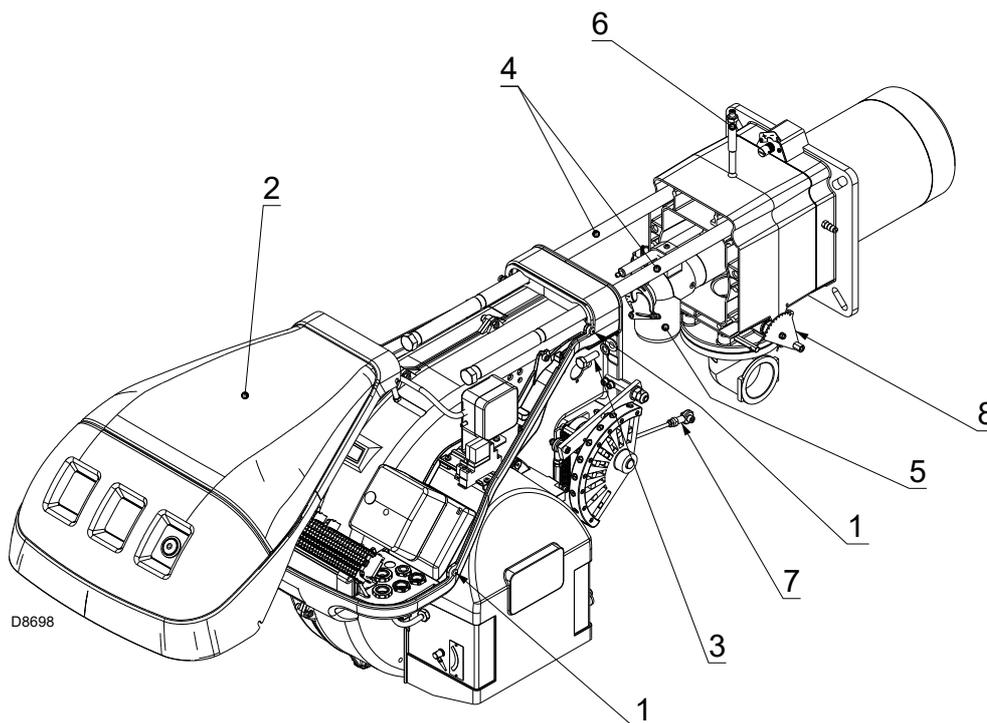

Fig. 40
Assicurarsi che i fori di fuoriuscita del gas per la fase di accensione, presenti nel distributore della testa di combustione, siano liberi da impurità o depositi di ruggine. In caso di dubbio, smontare il gomito 5)(Fig. 40).
- Allentare le viti 1) e togliere il cofano 2)(Fig. 40).
- Rimettere le viti 3)(Fig. 40) e tirare delicatamente verso l'esterno i cavi di sonda ed elettrodo, fino a metterli in leggera tensione.